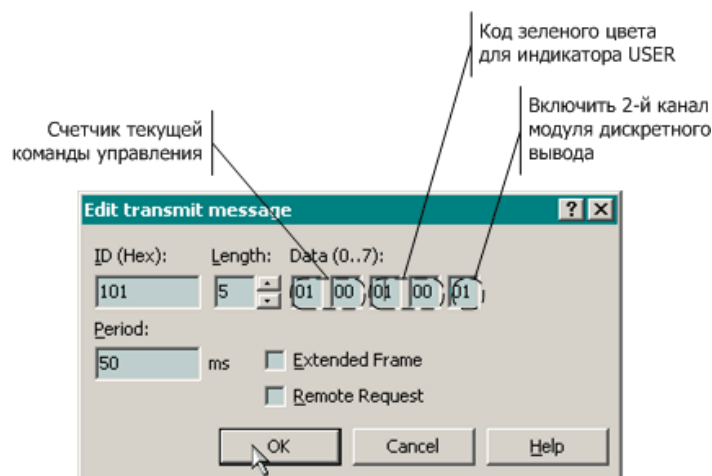

Рис. 58. Создание сообщения с CAN-ID=101H для передачи команд управления контроллеру
- Для имитации команд управления, поступающих контроллеру от другого узла сети, добавьте сообщение с идентификатором 101H. Для этого выполните команду меню **Transmit–New** и в появившейся диалоговой панели **New transmit message** введите значения параметров сообщения, как показано на рис. 58, и нажмите кнопку OK. Второй канал модуля дискретного вывода немедленно включится, индикатор USER на передней панели контроллера будет светиться зеленым цветом, а в первых двух байтах сообщения 12CH, передаваемого контроллером, появится значение счетчика последней выполненной команды.